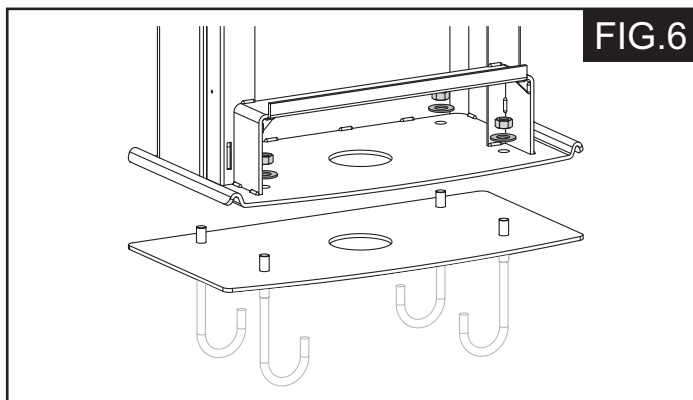

FIG.6
6.- Coloque el armazón sobre los cuatro tirantes roscados como se indica en la (Fig. 6) y apriete las cuatro tuercas de fijación.